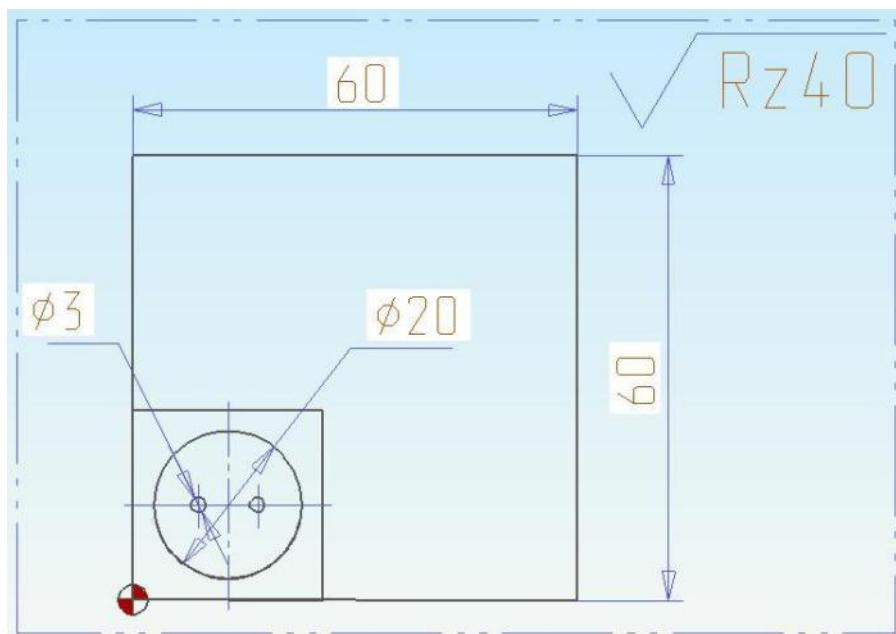

Рисунок 21. Эскиз на фрезерную операцию
5. Создайте эскиз рисунок 21 (см. Уроки 1-3);